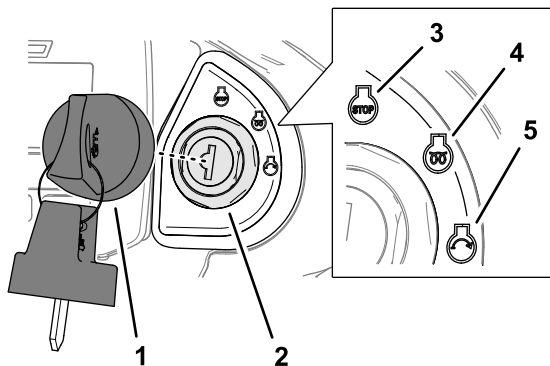

Bild 25
4. Drehen Sie den Schlüssel in die Abschalten-(Stopp)-Stellung (Bild 25).